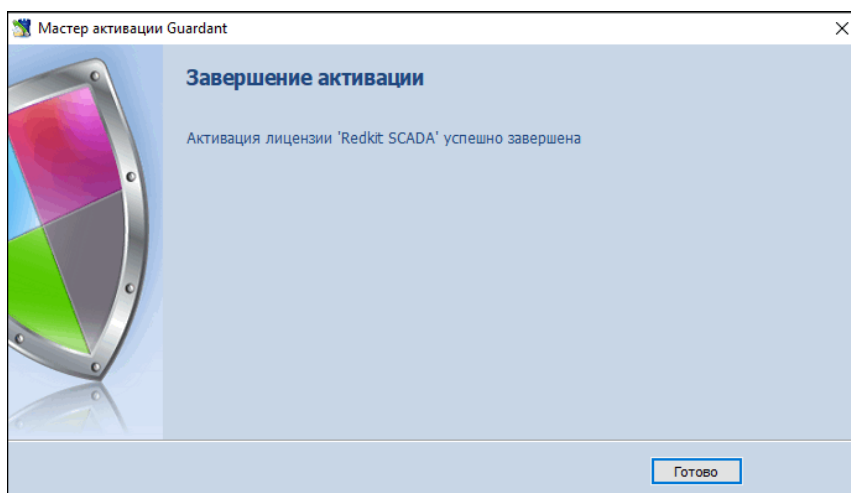

Рисунок 28 - Завершение установки
7. После завершения процесса установки нажмите **Готово** (Рисунок 28).